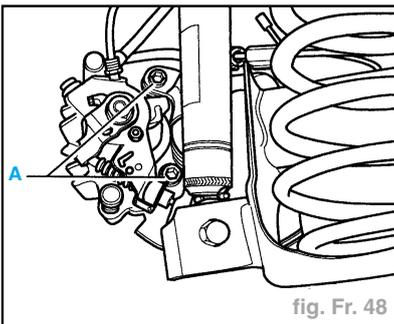

fig. Fr. 48
- Déposer les vis (A), enlever l'étrier de frein et l'accrocher avec du fil de fer ou quelque chose de semblable (fig. Fr. 48).